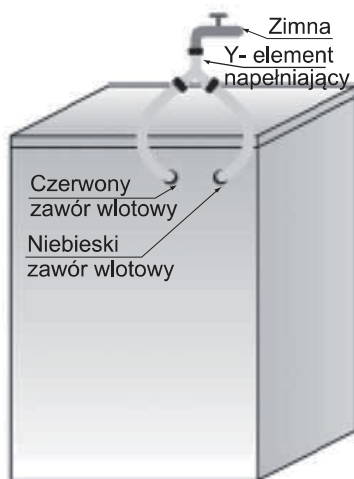

Fig.2
**Jeśli chcesz podłączyć tylko zimny wlew, postępuj zgodnie z poniższymi instrukcjami (Rys. 2):**